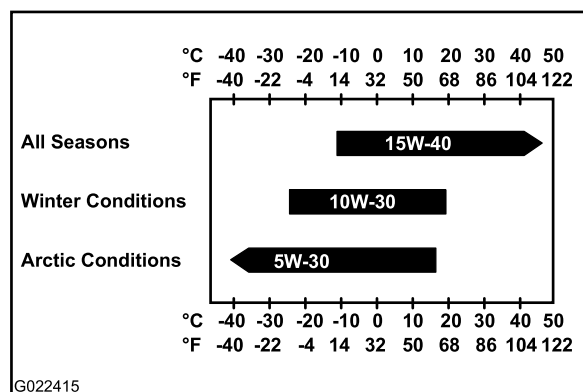

Рисунок 121
Несмотря на то, что масло SAE 15W-40 по классификации API – CH-4 или выше рекомендуется для большинства климатических условий, см. рекомендации по вязкости масла для экстремальных условий в Рисунок 121.
**Примечание:** Для облегчения запуска и обеспечения достаточного потока масла при температуре ниже -5 °C можно ограниченно использовать масла низкой вязкости, такие как SAE 10W-30, соответствующие классификации CH-4 или выше по API. Однако при постоянном использовании масла низкой вязкости может снизиться срок службы двигателя из-за износа (Рисунок 121).